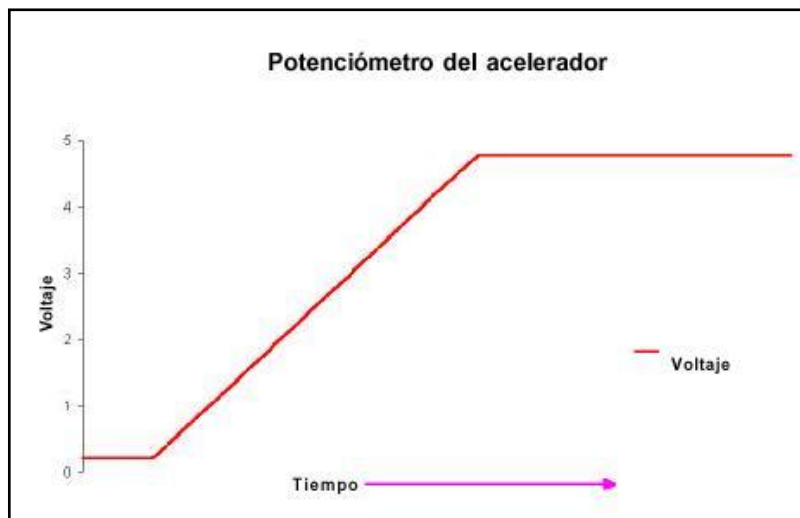

Figura 1.11 Potenciómetro del acelerador
Señales de corriente continua (CC).- Se puede tratar de una tensión enviada por un sensor figura 1.11; su valor puede ir de 0v a la tensión de la batería. Ejemplo de esta comunicación son el sensor de posición de la mariposa y el sensor de la temperatura del refrigerante. La tensión de esta señal no tiene por que estar comprendida entre 0v y la tensión de la batería, y de hecho, en la mayoría de los casos, la tensión máxima suministrada es de 5v. el factor importante es que la señal retomada sea una proporción de la tensión suministrada.